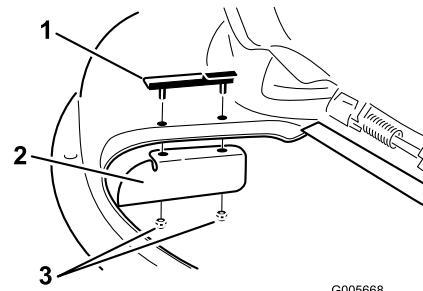

Figure 13
2. Montez le déflecteur d'ouverture sur les montants de l'ensemble clip. Figure 13. Fixez le déflecteur sur la machine avec les deux contre-écrous (5/16 pouce).